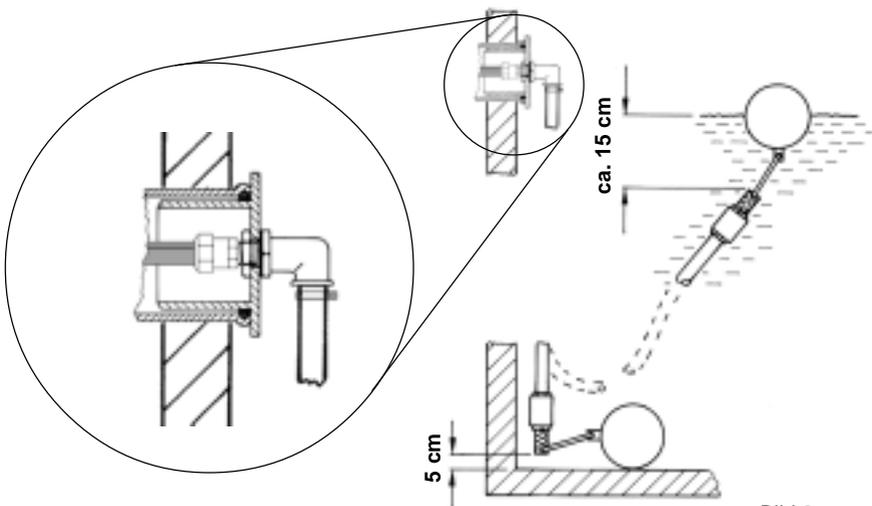

Bild 2
- Bei gefülltem Auffangbehälter muß sich die Schwimmende Entnahme frei bewegen können und darf gegen keinerlei Hindernisse stoßen. Nutzen Sie hierbei den Drall des Schlauches aus. Die Wasserentnahme erfolgt ca. 15 cm unterhalb der Wasseroberfläche. Dadurch wird nur sauberstes Wasser Ihrer Regenwassernutzungsanlage zugeführt, siehe Bild 2.
1.6 Dichtungseinsatz im Haus montieren, siehe Bild 2 und 3.